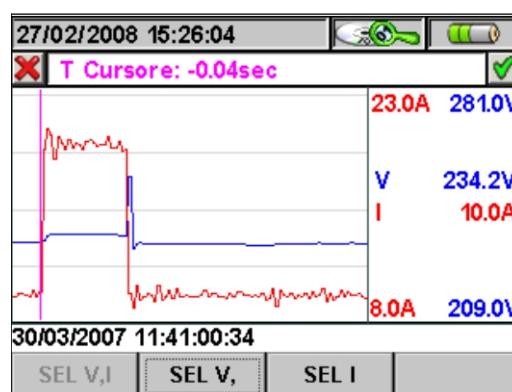

Fig. 99: Grafico Correnti di Spunto
- Il tasto **F3** (o la voce **GRAFICO** sul display) accede alla pagina che mostra il grafico della Corrente di Spunto selezionata (Fig. 99)